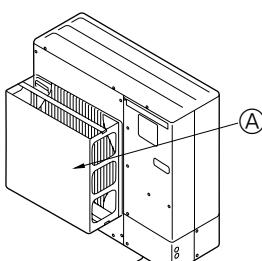

Fig. 2-3
- ② Installeer een optionele luchtgeleider als het apparaat wordt geïnstalleerd op een plaats waar krachtige windstoten bij storm etc. rechtstreeks de luchtauitlaat kunnen binnendringen. (Fig. 2-3)